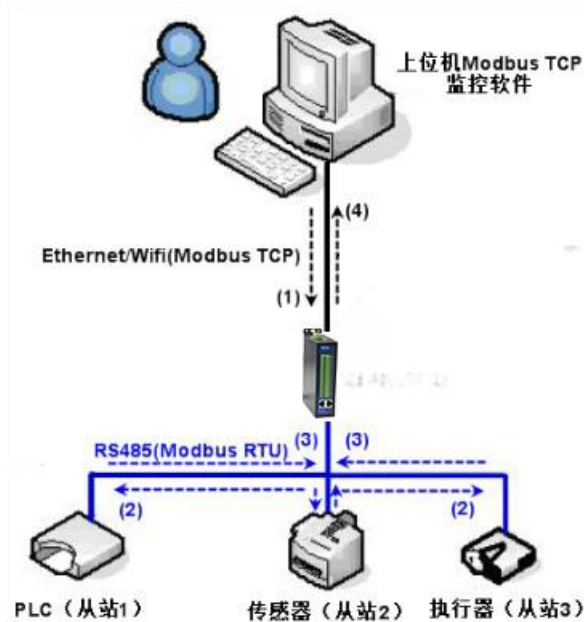

图 38 存储型 Modbus 网关工作方式
如图 38 所示：普通的 Modbus TCP 数据流方向为 (1) → (2) → (3) → (4)。即先将 Modbus TCP 指令转化为 Modbus RTU 的对应指令,然后设备应答 Modbus RTU 指令给 Modbus 网关,然后 Modbus 网关再次转化为 Modbus TCP 发送给监控上位机。